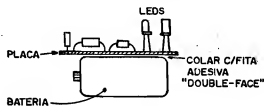
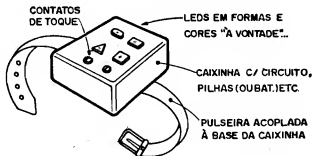

Fig. 6
Fig. 7
- FIG. 6 - COMPACTAÇÃO DO CONJUNTO - Para que o circuito e bateria possam mais fácil e elegantemente ser acoplados à pulseira, convém que o conjunto resulte tão compacto quanto possível... Uma solução prática e óbvia é fazer com que a plaquinha repouse sobre uma das laterais maiores da bateria, fixada através de um pedaço de fita adesiva tipo double face (colante em ambas as faces...). Tal método permitirá um "sanduíche" bastante reduzido e - ao mesmo tempo - não tornará muito difícil a troca da bateria, quando necessário... A figura estiliza um perfil do conjunto, se tal solução for adotada.
- FIG. 7 - A PULSEIRA - Uma pulseira é... uma pulseira! Um "negócio" de se prender ao pul-
so, obviamente precisando de uma espécie de correia ou tira, como a utilizada para os relógios. A fig. 7 dá uma idéia de como a caixinha com o circuito/bateria/LEDs/contatos de toque pode ser fixada à uma tira de couro, plástico, tecido forte, etc., eventualmente dotada de uma fivela ou de fechos tipo "velcro", para a devida fixação... Muito provavelmente será mais fácil adaptar-se uma pulseira de relógio, de baixo custo, até dessas adquiríveis em camelôs, por aí, simplesmente colando ou fixando com grampos a base da caixinha à região central da dita pulseira. Observem as sugestões quanto aos formatos múltiplos e variados dos LEDs e também a disposição dos contatos de toque (que podem - como já foi dito - ser improvisados a partir de simples "cabecinhas" de parafusos metálicos). Se as coisas forem organizadas e construídas com capricho, o dispositivo final poderá ficar do tamanho de metade de um maço de cigarros, já incluída a bateriazinha de 9V (ver fig. 6), a plaquinha do circuito, LEDs, contatos, etc. É tudo uma questão de buscar a miniaturização a cada passo da construção da PULSEIRA DE SUPER-HERÓI (PUSH). De qualquer modo, se o resultado final não ficar suficientemente pequeno para confortável "instalação" no pulso de uma criança, sempre será possível a adaptação